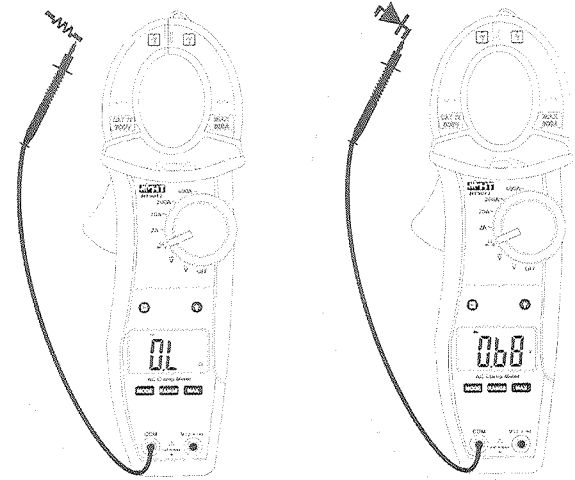

Abb.7: Durchgangsprüfung und Diodentest
3. Verbinden Sie die Meßleitungen mit den Eingangsbuchsen. Die rote Meßleitungsbuchse mit der $V\Omega$ Eingangsbuchse, die schwarze Meßleitungsbuchse mit der COM Eingangsbuchse, und verbinden Sie die Meßspitzen mit dem Messkreis (Abb.7 linke Seite). Der Meßwert wird angezeigt.
5. Drücken Sie die **MODE** Taste und wählen den Dioden-Test. Das \rightarrow Symbol wird im Display angezeigt. Verbinden Sie die rote Meßspitze mit der Anode der Diode und die schwarze Meßspitze mit der Katode der Diode. (Abb.7 rechte Seite)